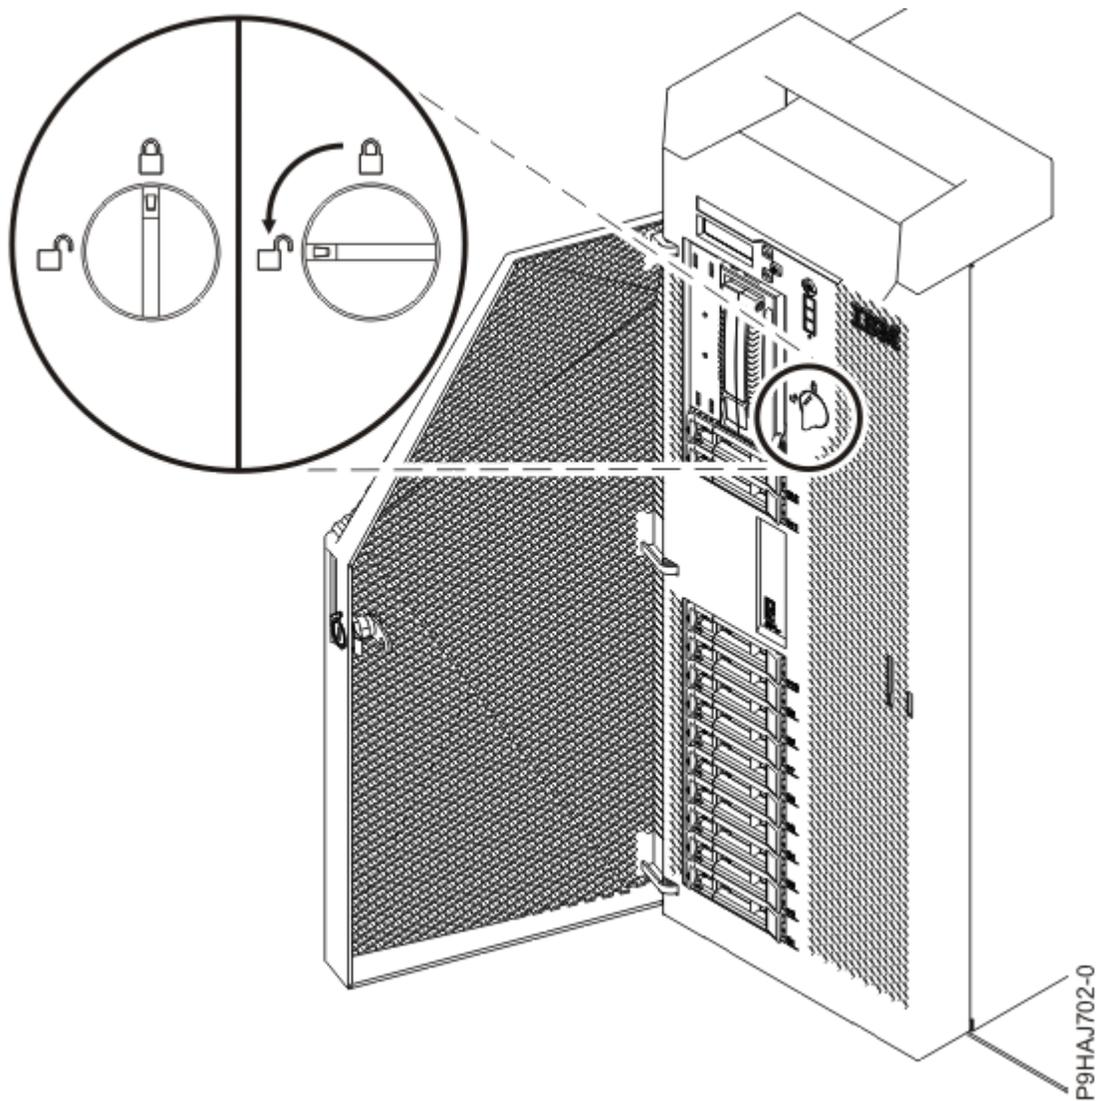

Figura 39. Apertura del pestillo de la cubierta frontal
- c) Gire el pestillo de la cubierta hacia la izquierda (en sentido contrario a las agujas del reloj) para desbloquear la cubierta, tal como se muestra en la Figura 39 en la página 41.